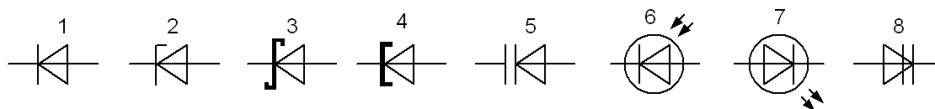

Рис.9
**Вопрос 19.** Выберите под каким номером на рис.9 приведено обозначение диода Шоттки?
**Вопрос 20.** Под каким номером на рис. 9 приведено обозначение фотодиода?
**Вопрос 21.** Под каким номером на рис. 9 приведено обозначение варикапа?
**Вопрос 22.** Под каким номером на рис. 9 приведено обозначение динистра?
**Вопрос 23.** Под каким номером на рис. 9 приведено обозначение стабилитрона?
**Вопрос 24.** Под каким номером на рис. 9 приведено обозначение обращенного диода?